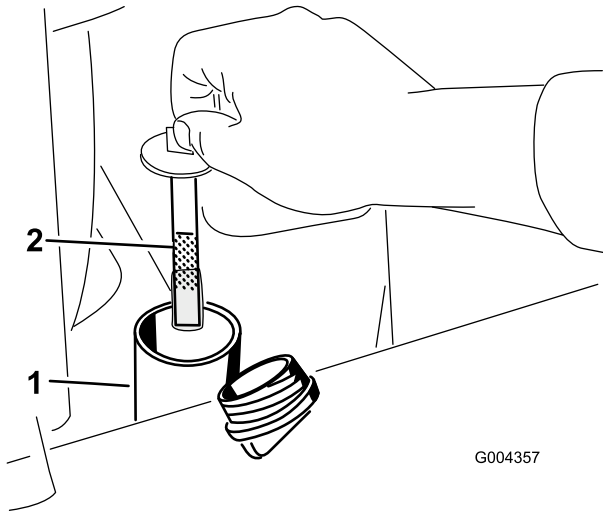

Figura 61
5. Retire el tapón y la varilla del depósito hidráulico (Figura 61).